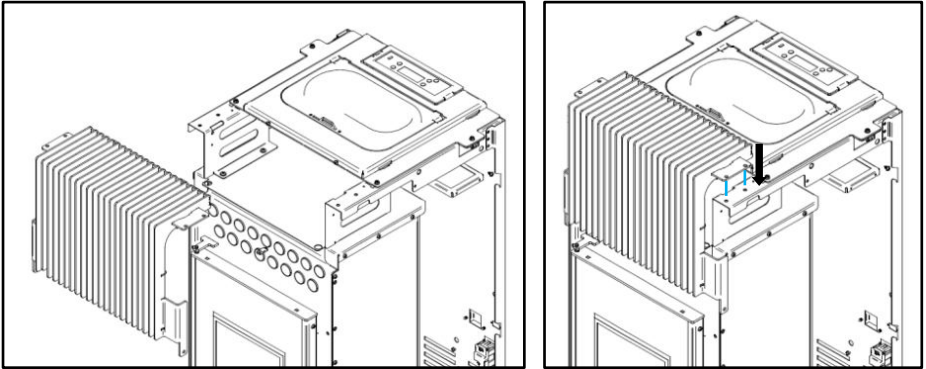

Figure 34 - Fixation de la grille frontale
b) Sur les modèles **Pine, Aspen et Leaf**; fixer la grille avant en faisant correspondre l'emplacement de vis de la grille avec les filetages de l'appareil (Figure 34).